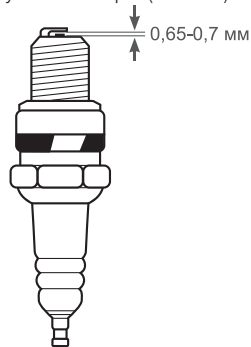

Рис. 46 Проверка свечи зажигания
4. Измерьте специальным щупом зазор между электродами каждой свечи зажигания. При необходимости. Установите требуемые зазоры (Рис. 46).